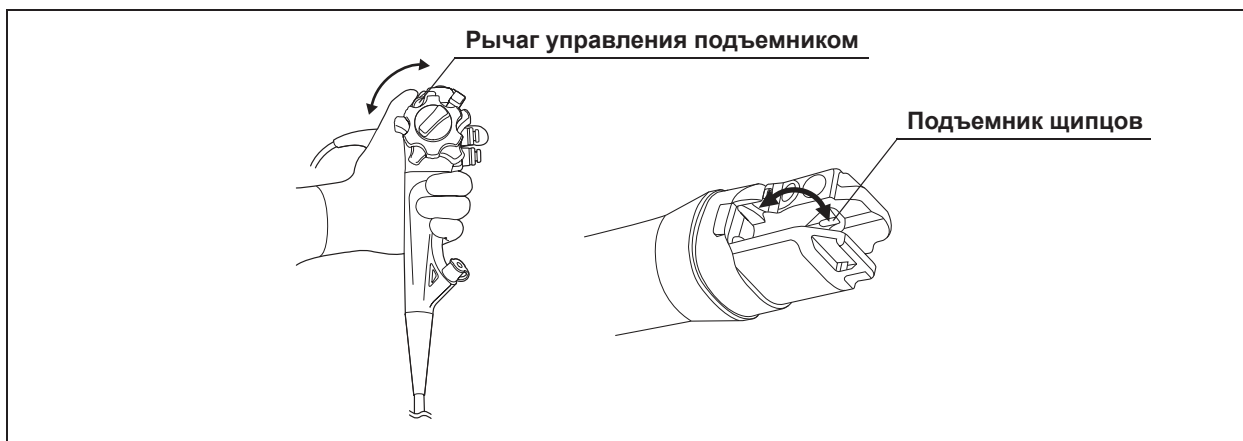

Рисунок 3.22
- 4** Удерживая в неподвижном положении рычаг управления подъемником, убедитесь в том, что подъемник щипцов остается неподвижным при надавливании сзади. (см. рис. 3.22)